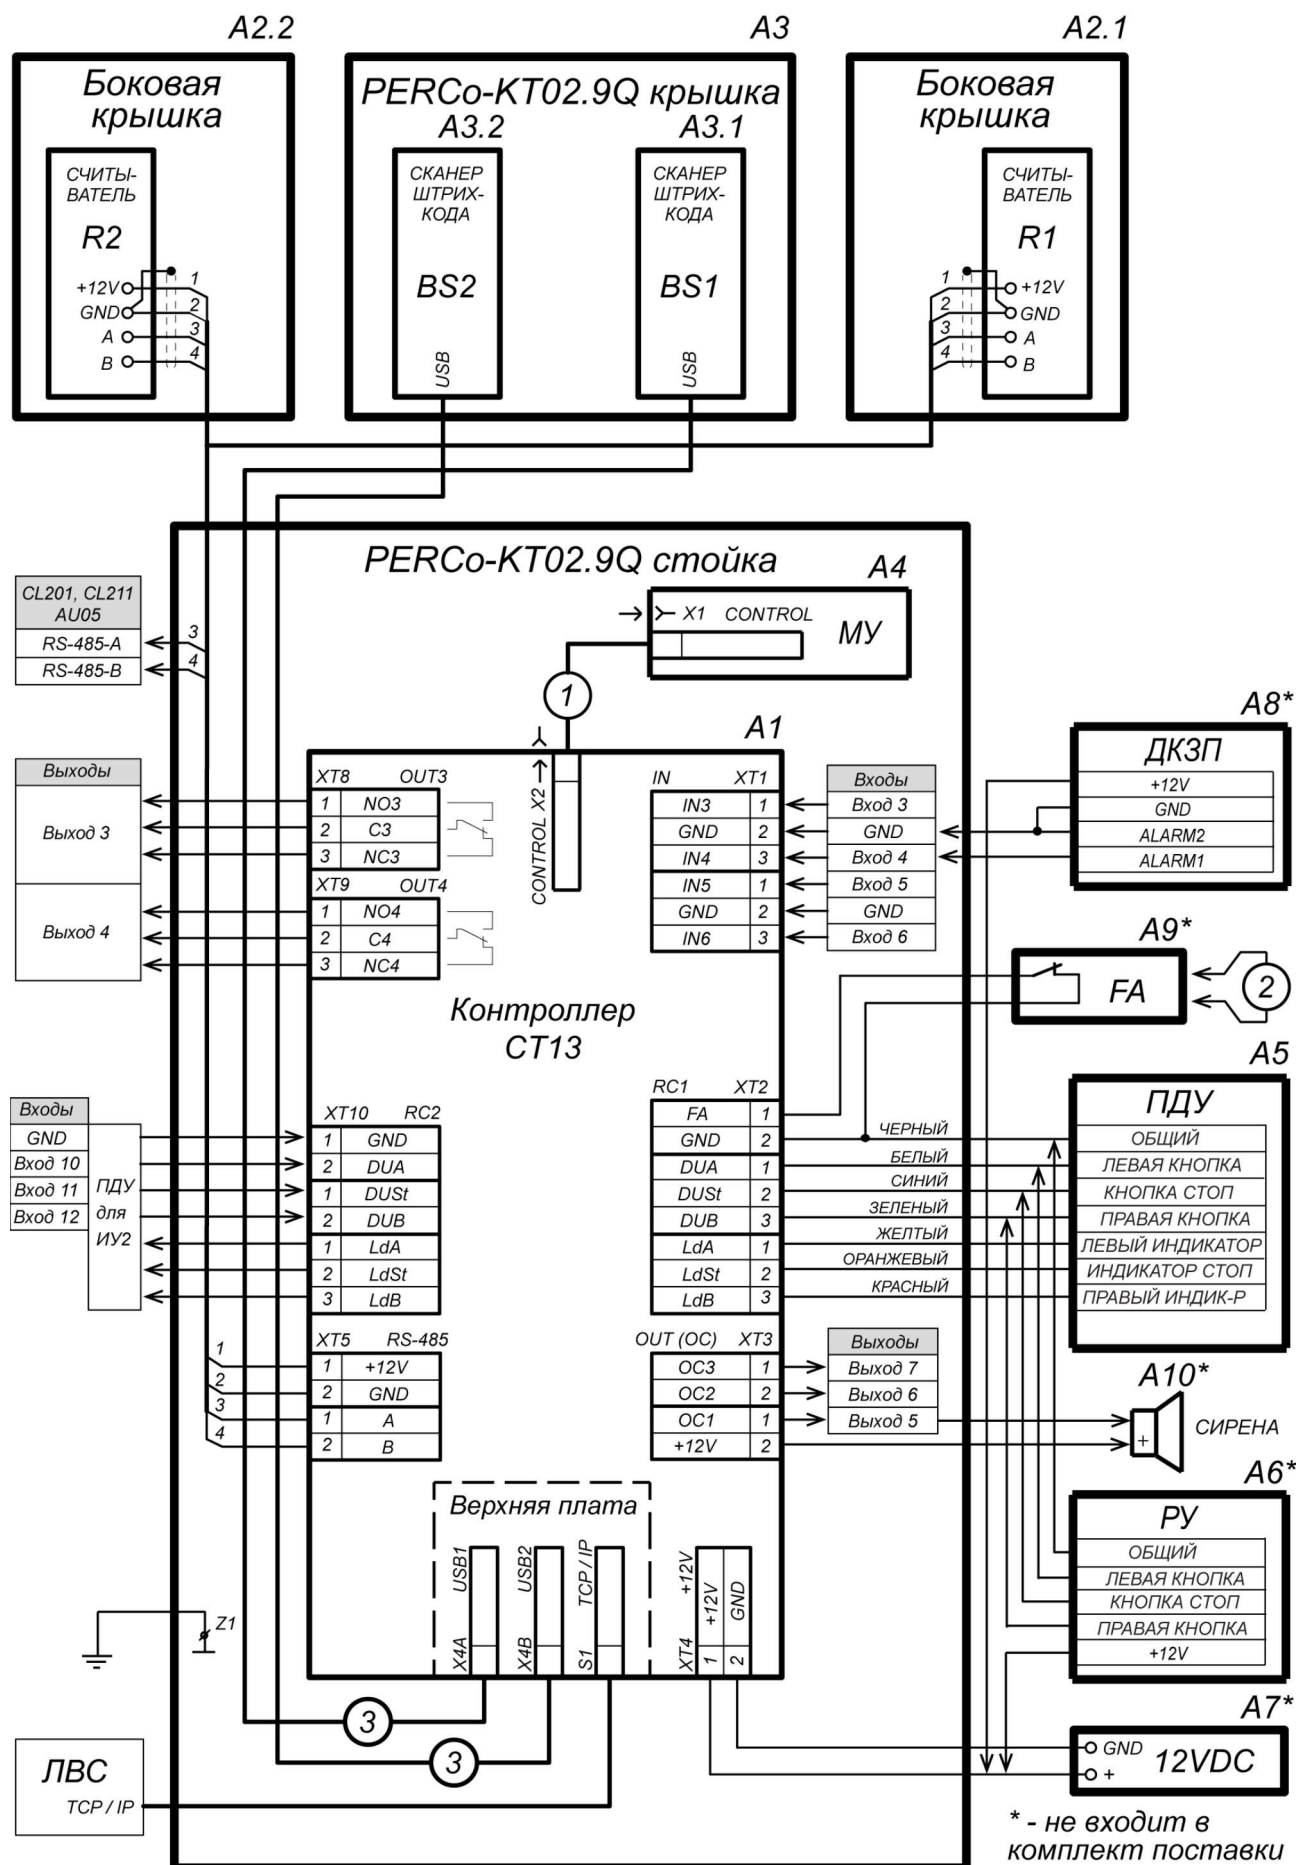

Рисунок 15. Общая схема подключения ЭП и дополнительного оборудования
Расположение клеммных колодок на нижней плате контроллера ЭП показано на рис. 8, назначение контактов клеммных колодок указано в табл. 2. Схема подключения приведена на рис. 15. Используемые при подключении типы кабелей указаны в табл. 5. При монтаже ЭП придерживайтесь следующей последовательности действий:
11. Подключите кабель питания (10) к клеммной колодке **XT4** на нижней плате контроллера согласно схеме, приведенной на рис. 15.
12. Подключите кабель ПДУ (14) к клеммной колодке **XT2** согласно схеме, приведенной на рис. 15.
13. Подключите, при необходимости, кабели от других устройств к соответствующим разъемам встроенного контроллера ЭП в соответствии с общей схемой, приведенной на рис. 15, а также частными схемами для различных видов устройств, представленными на рис. 16 - 23.
1 – кабель питания; 2 – кабель от ПДУ / устройства РУ; 3 – кабель *Ethernet*; 4 – кабель турникета; 5 – кабели подключения считывателей; 6 – платы контроллера; 7 – механизм управления; 8, 9 – отверстия для проводки кабелей (при монтаже ЭП в отверстия вставляются изоляционные втулки); 10 – кабель заземления; 11 – место установки датчика прохода; Z1 – контакт заземления; позиции A1-A3 и Z1 – указаны на схеме рис.15